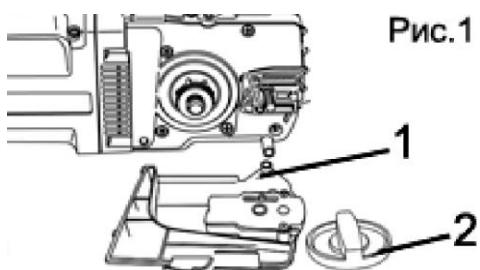

Рис.1
- Открутите зажимную ручку (2, Рис. 1).
- Снимите кожух (1, Рис. 1).